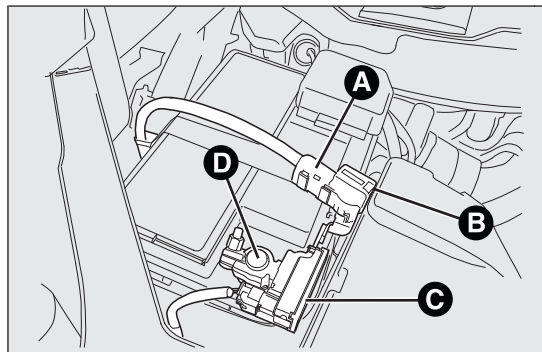

РИС. 147
- отсоединить разъем А РИС. 147 (нажатием кнопки В) от датчика С проверки состояния зарядки аккумулятора, который установлен на отрицательном зажиме D самого аккумулятора;
- после отсоединения зарядного устройства вновь подсоединить разъем А к датчику С, как показано на РИС. 147.